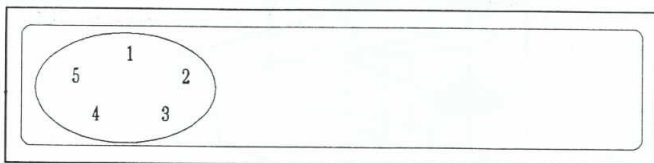

FIG. 2
D. RETIREZ L'ENSEMBLE SUPPORT MAGNETIQUE (507)
- 1. Enfoncez les cliquets de verrouillage à l'arrière (reportez-vous à la Fig. 2)
- 1. Enlevez 5 vis TORX (2 des patins de caoutchouc, 2 sous les patins et 1 sur le dessus) (Reportez-vous à la Fig. 2).
- 4. Retirez la protection avant (Fig. 2)
D. VERWIJDER DE MAGNETISCHE HOUDERSAMENSTELLING. (507)
- 1. Druk vanaf de achterzijde op de veervergrendelingen (zie Fig. 2).
- 1. Verwijder 5 TORX-schroeven (2 uit de bekleding van de voetjes, 2 die zich onder de bekleding van de voetjes bevinden en 1 aan de bovenzijde. (zie Fig. 2)
- 4. Verwijder het voorpaneel. (Fig. 2)
- *) Check display as shown in Fig. 2.